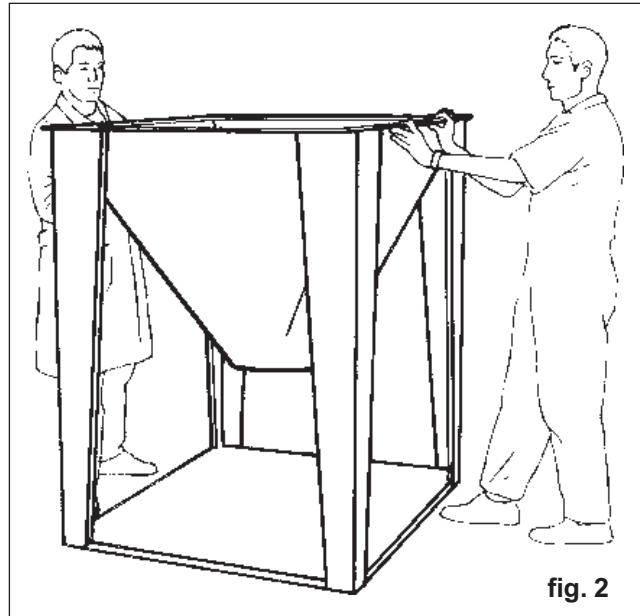

fig. 2
- 5) Apoyar la tolva cónica sobre las patas. (Fig. 2).
- 5) Apóie o dispositivo cônico sobre os pés (fig.2).
- 5) Place the tapered hopper on the legs (Fig. 2).
- 5) Appoggiare la tramoggia conica sui piedi (Fig. 2).